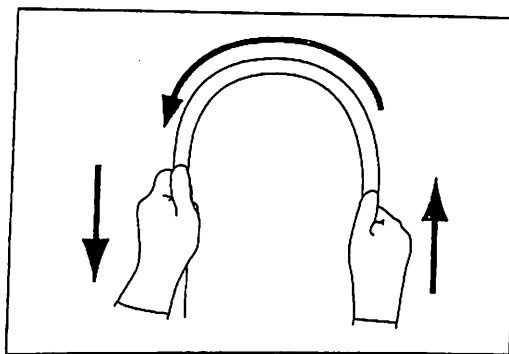

рисунок 3.4
- 5 Обеими руками согните вводимую трубку полукругом. Затем передвигая руки в направлении, указанном стрелками на рис. 3.4, убедитесь в том, что вводимая трубка пластична и легко сгибается в полукольцо по всей длине. Проверку эндоскопов с механизмом регулировки жесткости проводите как при самом гибком, так и при самом жестком состоянии вводимой трубки.